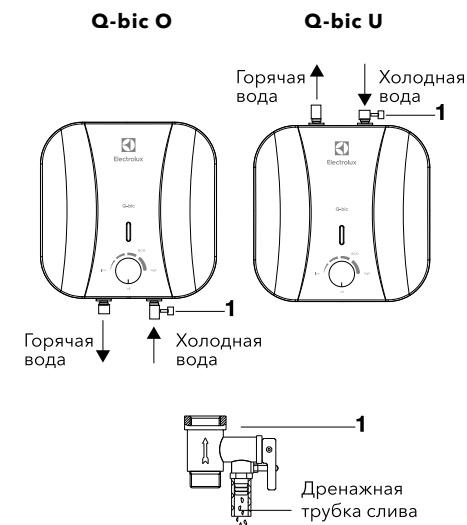

Рис. 5.
- Предохранительный клапан следует устанавливать в месте входа холодной воды (см. рис. 5).